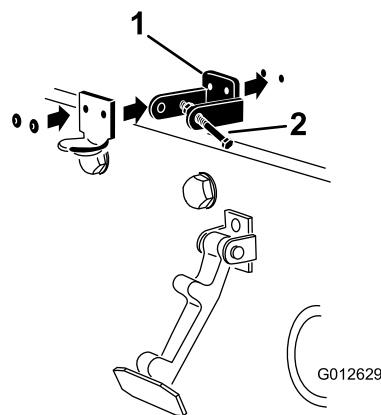

Figura 4
4. Allineate i fori nella staffa di bloccaggio CE e nella staffa del fermo del cofano con i fori nel cofano (Figura 4).
6. Rivettate le staffe e le rondelle al cofano (Figura 4).